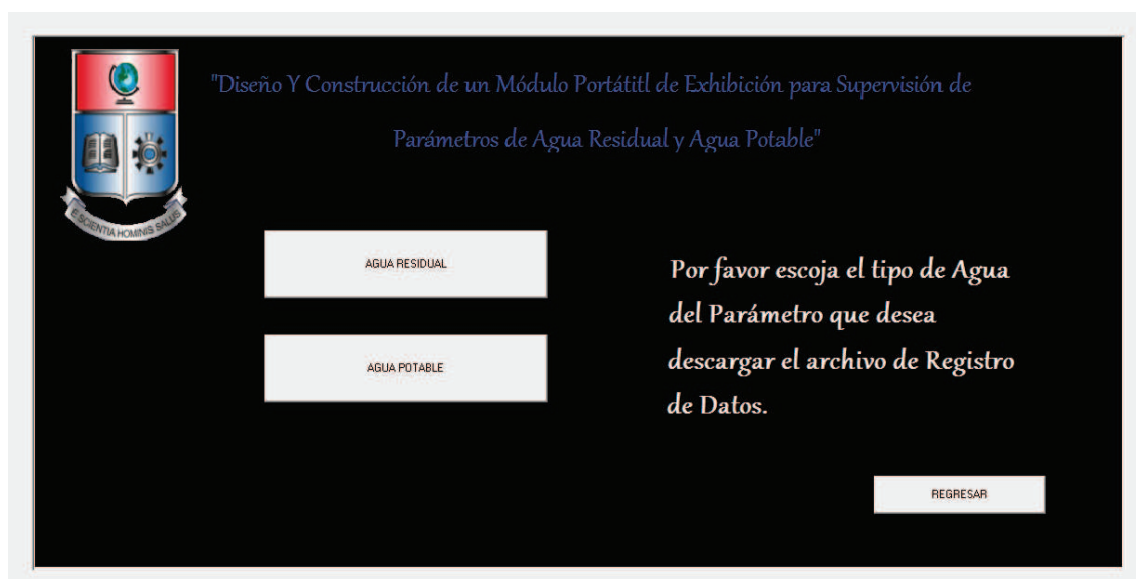

Figura 32. Selección de Tipo de Agua
4. Presionar INICIO y abre una nueva página, Figura 32., mientras que SALIR cierra la HMI. Se visualiza tres botones: AGUA RESIDUAL, AGUA POTABLE y REGRESAR.